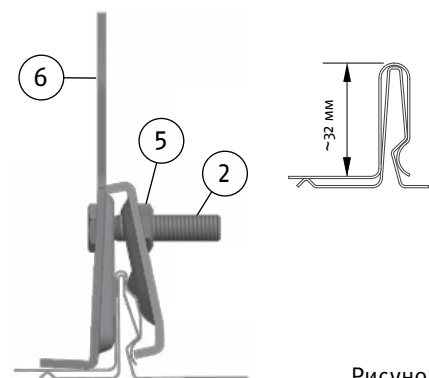

Рисунок 2
- підготовлену драбину зі встановленими проміжними фіксаторами і боковими елементами-опорами закріпити у зазначеному місці схилу даху таким чином, щоб проміжні фіксатори драбини (кріплення) перебували в безпосередній близькості від фальця по його лівому боці. Покрівельну драбину слід кріпити безпосередньо до Classic шляхом скручування проміжних фіксаторів (кріплень) з затискними елементами, розташованими таким чином, щоб його нижній загин опинився у місці звуження фальця (рис. 2). Для цього потрібно використовувати 4 болти з шестигранною головкою М8х30 і гайки з шестигранною головкою М8, які входять до комплекту.